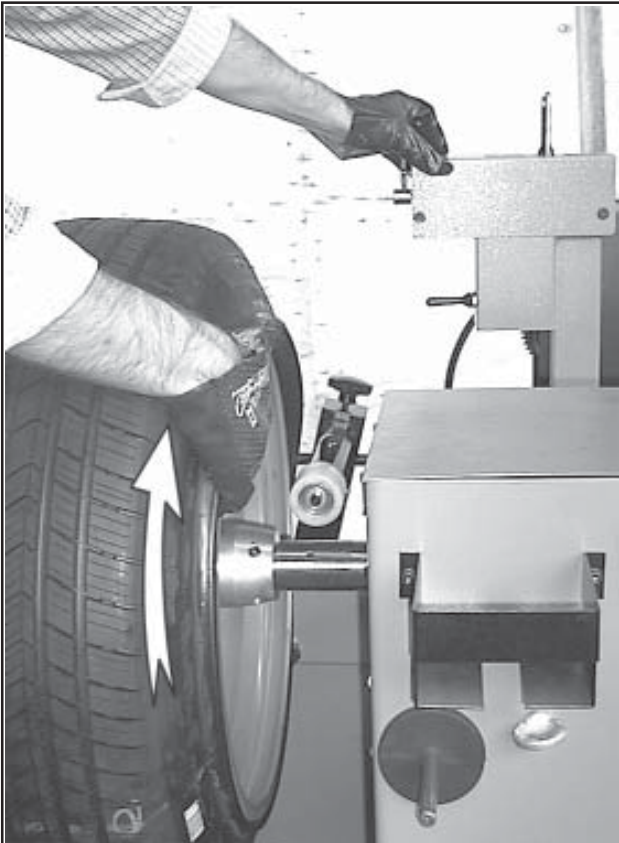

Fig. 5.4.6
M. Unter der Rolle den Reifen von Hand im Sitz halten, und die Drehung im Gegenuhrzeigersinn betätigen. Begleiten und dabei den Wulst gedrückt halten, bis er komplett in seinem Sitz ist (Abb. 5.4.6).
M. Below the roller, hold the tire bead in manually, then proceed with anti-clockwise rotation. Accompany, pressing on the bead, until it is completely inserted in the rim (Fig. 5.4.6).
M. Au-dessous du rouleau, retenir manuellement le pneumatique, puis actionner la rotation dans le sens inverse de celui des aiguilles d'une montre. Accompagner en maintenant le talon enfoncé, jusqu'à ce qu'il s'introduise complètement dans la jante (Fig. 5.4.6).